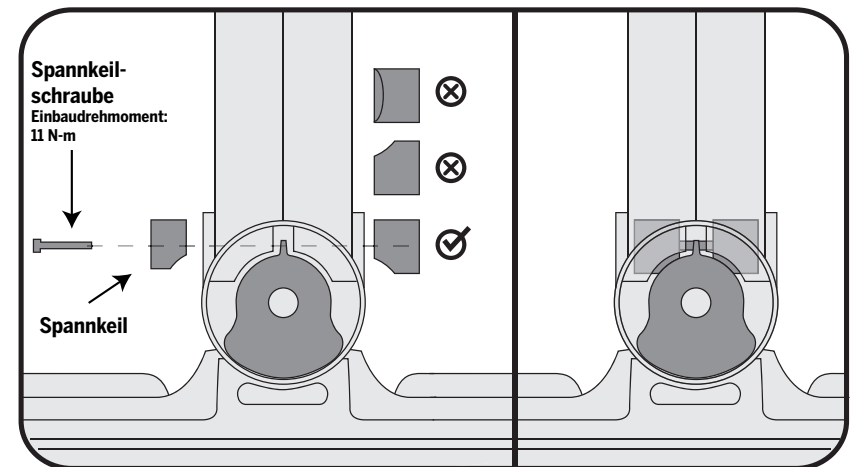

Abbildung 4. Sicherstellen, dass der Spannkeil mit der gekrümmten Seite nach unten eingebaut wird
7. Sollten die Spannkeile nicht installiert sein, befestigen Sie sie jetzt auf beiden Seiten unten am LeanSteer-Rahmen (mit der abgerundeten Seite nach unten) und drehen Sie die Schraube lose hinein. Siehe Abbildung 4.